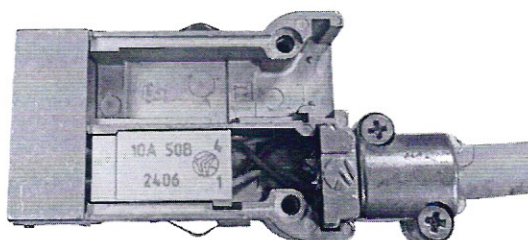

Рисунок 5 – Установка контактной вставки в корпус
3.10 Установить собранную контактную вставку в соответствующую камеру корпуса (рис. 5). Камеры корпуса маркированы цифрами I и II для точного обозначения камеры. При правильной установке контактной вставки логотип производителя должен быть виден и направлен вверх.